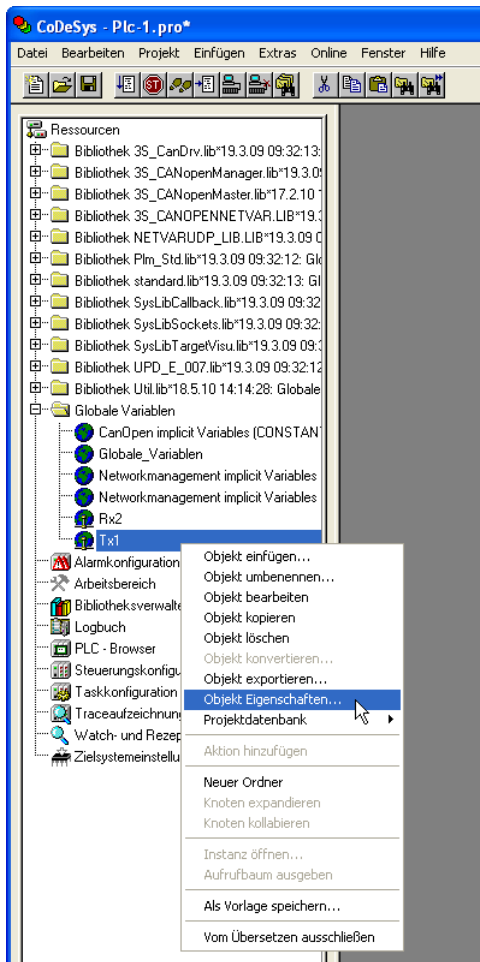

Abb. 6-2: Netzwerkvariablen, Konfigurieren einer Variablenliste
- Wählen Sie unter der linken Spalte von CoDeSys den Reiter *Ressourcen*, öffnen Sie *Globale Variablen* und klicken Sie mit der rechten Maustaste auf eine globale Variablenliste. Im erscheinenden Kontextmenü klicken Sie auf *Objekt Eigenschaften* (Abb. 6-2).